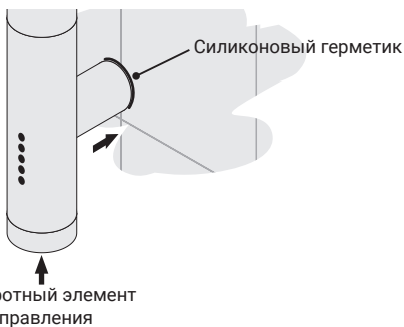

Рис.13
- 4.2.9. Для повышения степени защиты произвести герметизацию шва силиконовым герметиком по контуру примыкания модуля скрытого подключения и стены (рис. 13).